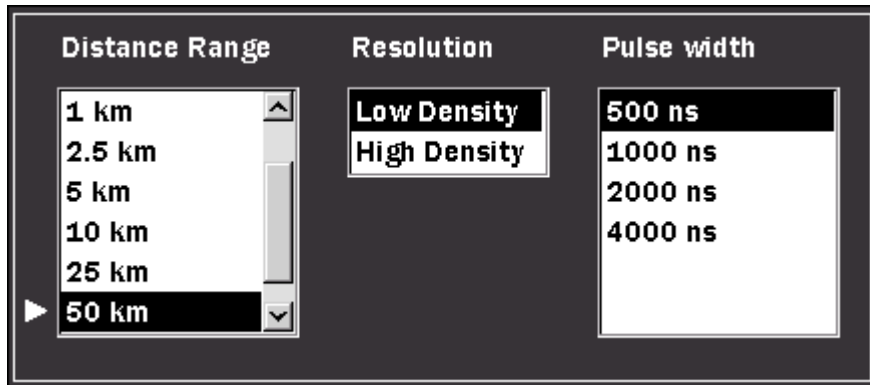

图5-16：距离范围、分辨率和脉冲宽度设置对话框
1. 按F4“范围/脉冲宽度”出现距离范围、分辨率和脉冲宽度设置的对话框，见图5-16